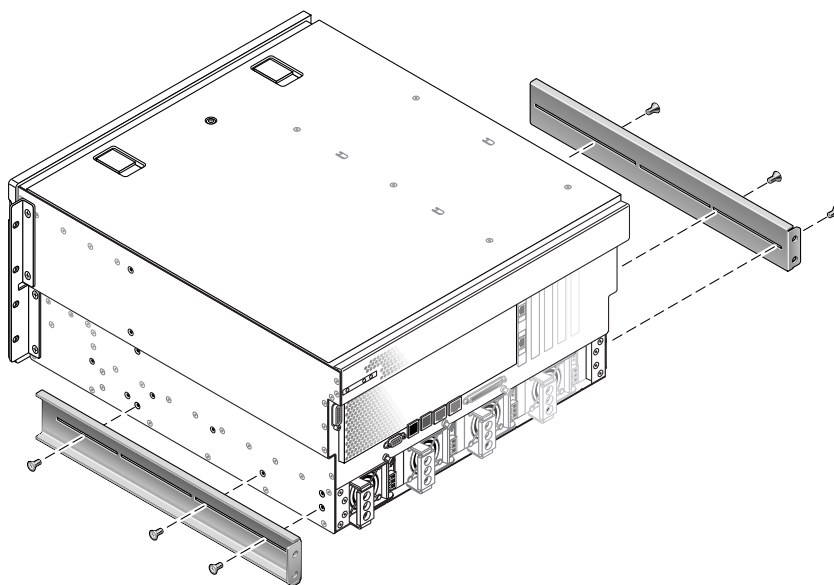

FIGURA 3-19 Montaggio delle staffe di supporto posteriori
5. Installare le staffe di supporto posteriori alla parte posteriore del server, estendendole fino alla profondità misurata del rack (FIGURA 3-19).